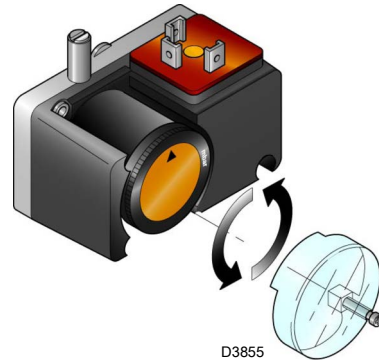

图 31
- ▶ 调节最小燃气压力开关 (图 31, 页 32) 到量程的起始位置。
在调节燃烧器、燃气阀和阀组稳定器后，再调节低燃气压力开关（图 31）。